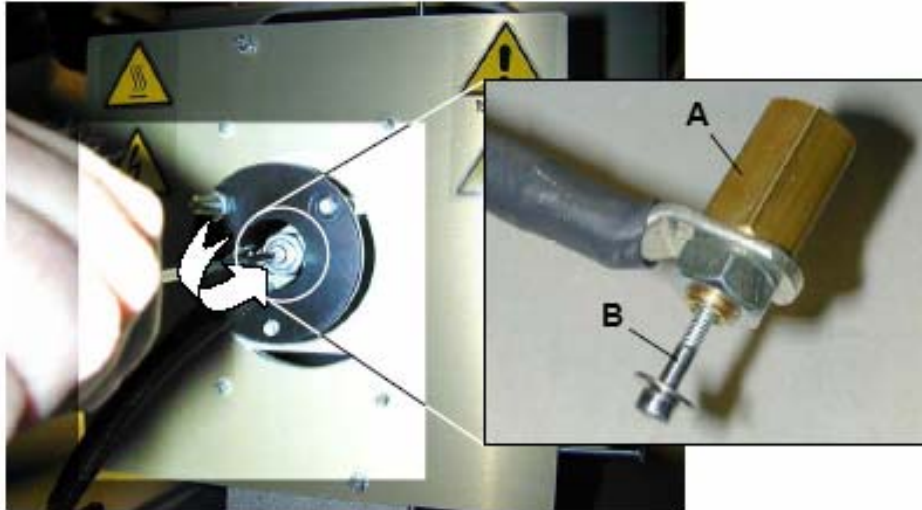

图 7-38 阴极连接
6. 将阴极引线的阴极连接器(A)放进灯箱上的阴极连接器, 拧紧螺丝(B)。图7-38)